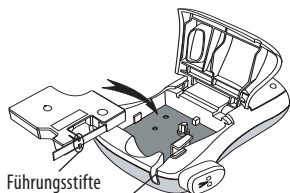

Abbildung 4
- ❗ Entfernen Sie vor dem ersten Gebrauch des Etikettendruckers die eingelegte Schutzpappe aus dem Etikettenauswurf. Siehe Abbildung 4.